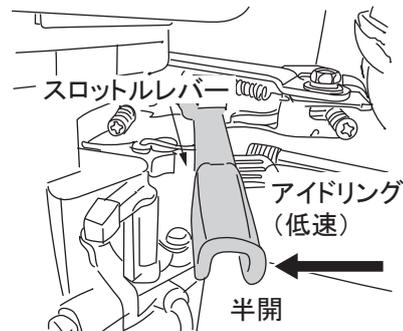

図 23
3. スロットルレバーを低速(アイドリング位置)にします。(図23)